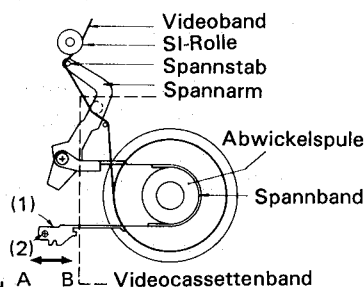

Abbildung 14
1. Wenn sich der Spannstab weniger als 1,25mm links von der Mitte der SI-Rolle befindet, den Einstellwinkel des Spannbandes (1) in Richtung des Pfeiles B in Abbildung 14 bewegen und die Schraube (2) festziehen.
2. Wenn sich der Spannstab mehr als 1,75mm links von der Mitte der SI-Rolle befindet, den Einstellwinkel des Spannbandes (1) in Richtung des Pfeiles A in Abbildung 14 bewegen und die Schraube (2) festziehen.